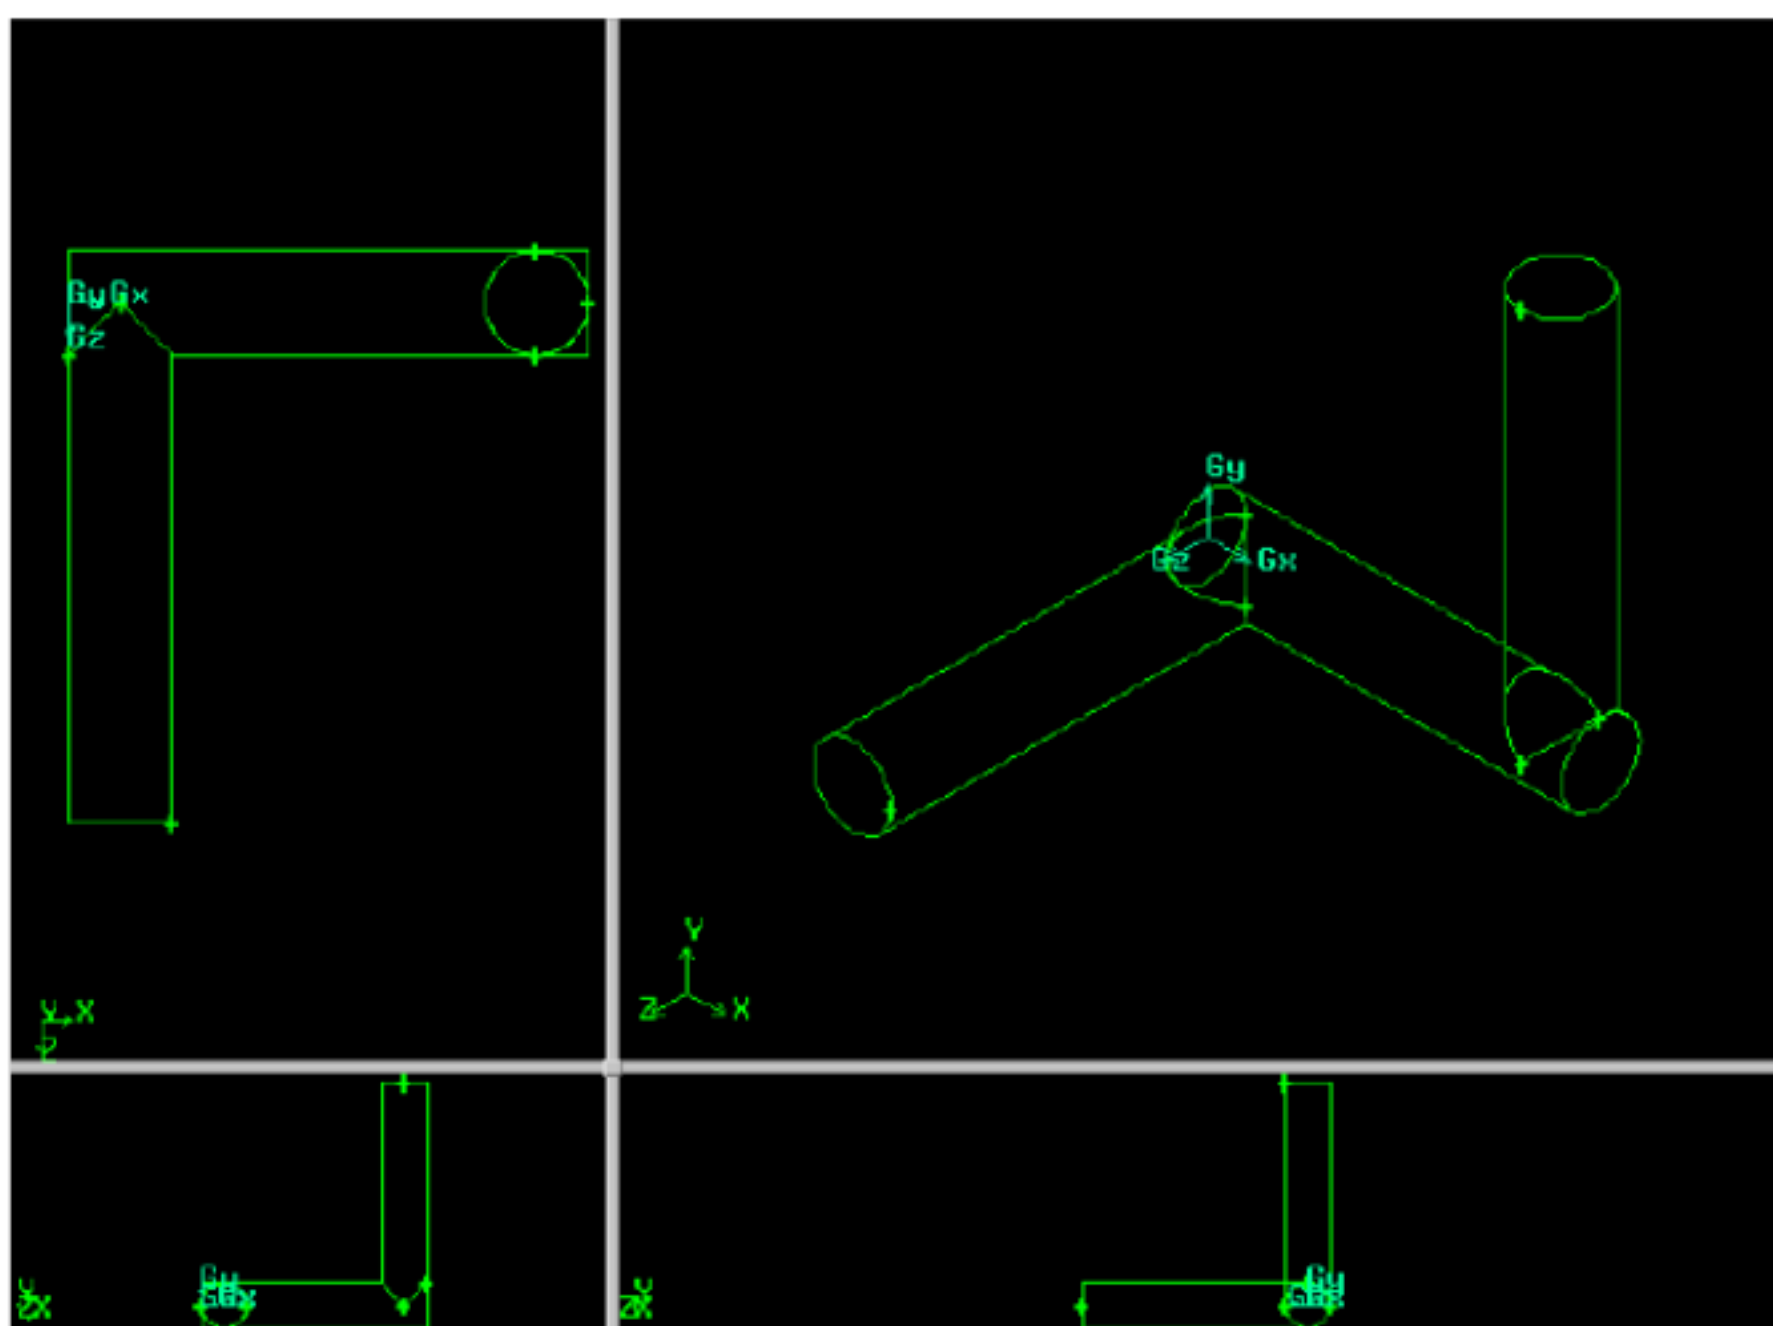

图 40
5. 单击 按钮，选择三个圆柱体，依次将它们合并在一起（见图 40）。